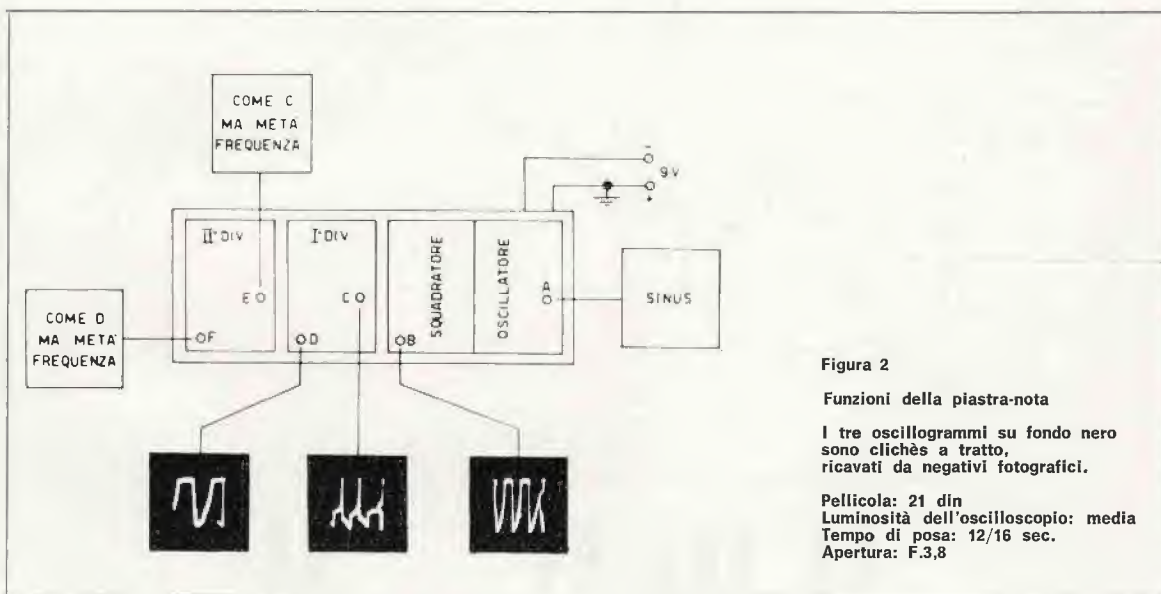

Figura 2
In figura 2 si vede la forma dei segnali prodotti dai vari stadi; in particolare dai punti C ed E si possono prelevare segnali di forma diversa, il cui uso vedremo in seguito.
N.B. Tenere presente che la frequenza del punto B è uguale a quella di C (e quella di D è uguale a quella di E, come si può vedere dagli oscillogrammi di figura 2).